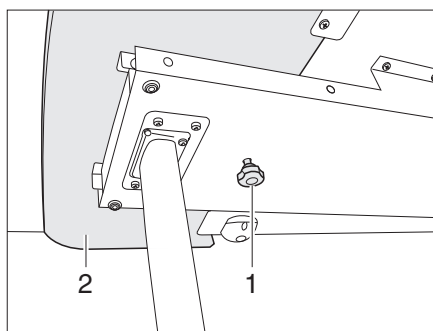
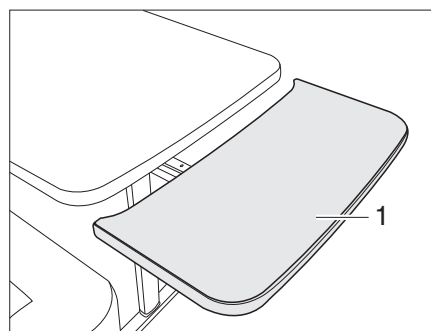

Fig. 99 Bloccaggio della prolunga del piano del tavolo
Fig. 100 Prolunga del piano del tavolo
- Svitare la vite a testa cilindrica zigrinata (Fig. 99,1).
- Estrarre la prolunga del piano del tavolo (Fig. 99,2) fino all'arresto (Fig. 100).
- Portare l'estensione del piano del tavolo (Fig. 100,1) verso l'alto formando un arco. L'estensione del piano del tavolo si trova al livello del piano del tavolo.
- Estrarre la prolunga del piano del tavolo (Fig. 100,1) fino all'arresto del piano del tavolo e premere verso il basso contro le molle di sostegno. La prolunga del piano del tavolo si abbassa formando un arco (Fig. 100).
- Stringere la vite a testa cilindrica zigrinata (Fig. 99,1).